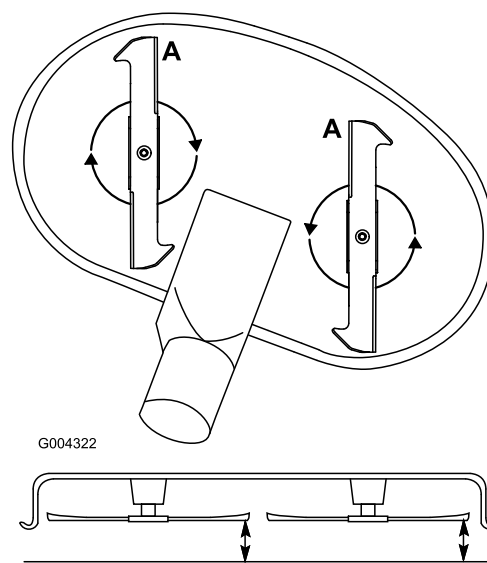

Figura 49
1. Girate le lame fino a disporle in parallelo con la lunghezza della macchina (Figura 49). Misurate da un piano orizzontale fino al tagliente delle lame, posizione A, (Figura 49). Prendete nota di questa misura.